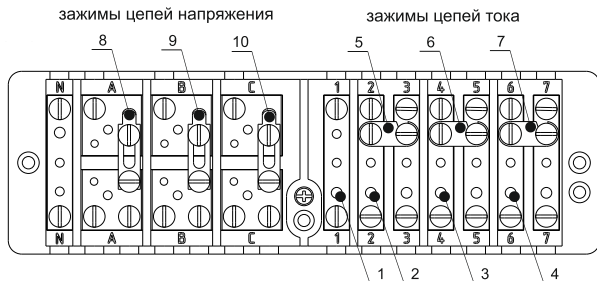

Рисунок 3
5.5 Для закорачивания вторичных обмоток трансформаторов тока необходимо вкрутить винты М4×10 в отверстия поз. 1–4, соединив таким образом контактные пластины цепей 1, 2, 4 и 6 с шиной, установленной на задней стенке коробки (рисунок 3).
5.6 Для отключения токовых цепей счётчиков необходимо ослабить винт и откинуть перемычки поз. 5–7 (рисунок 3).
5.7 Для отключения цепей напряжения в каждой фазе счетчиков необходимо ослабить винты и сдвинуть перемычки поз. 8–10 (рисунок 3).